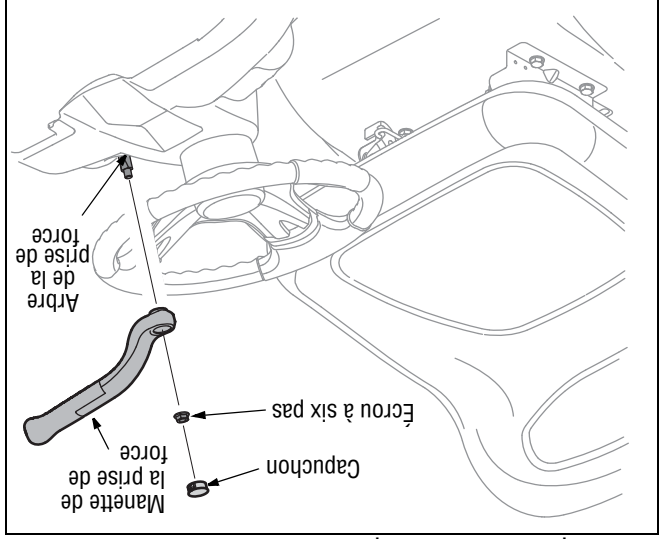

Figure 4
- (1) clé à douille de 1/2 po
- Placez la manette de la prise de force sur l'arbre de la prise de force et maintenez-la en place avec un contre-écrou à six pans. Voir la Figure 4.